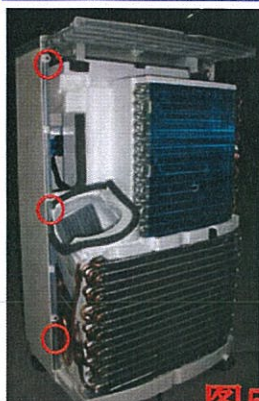
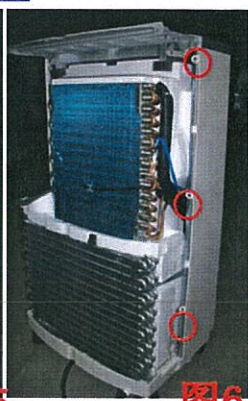

图5
图6
3. 2取下左、右侧板(图5, 图6).
4.1 使用十字批头，将(图5、6、7)红色圈圈的螺丝拆卸；